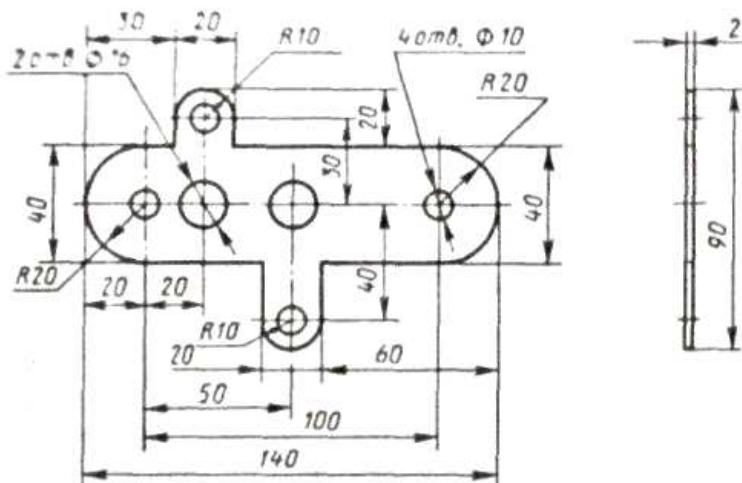

Рис. 31
2. Разработайте технологический процесс изготовления детали (рис. 31) методом холодной листовой штамповки. При выполнении работы следует: установить технологические операции, необходимые для получения детали; определить размеры заготовки; установить вид исходного материала, принести его химический состав и механические свойства; привести схему раскроя и определить коэффициент